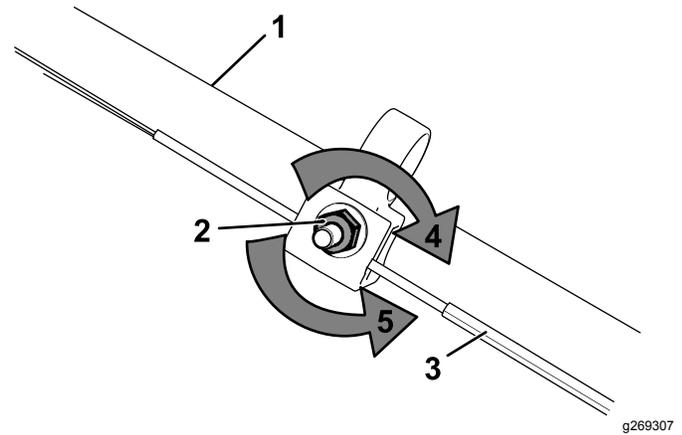

Рисунок 34
- Отрегулируйте натяжение троса (Рисунок 34), потянув его назад или вперед, затем удерживайте в этом положении.
- Поверните регулировочную гайку против часовой стрелки, чтобы ослабить натяжение троса (Рисунок 34).